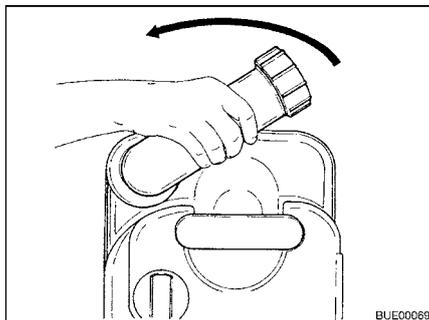

Fig. 154 Tourner la tubulure d'évacuation
- Tourner la tubulure d'évacuation vers le haut (Fig. 154).